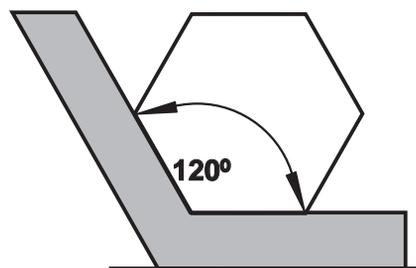

Fig. 6
- a) Utilizando una escuadra de 120º. (Fig. 6)